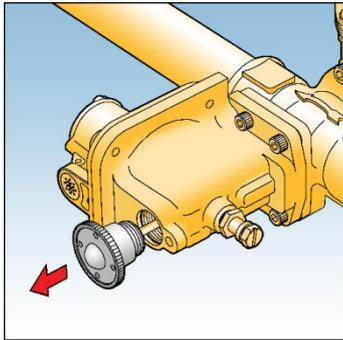

Fig. 4
11. Se houver válvula de bloqueio shut-off integrada, rearme-a soltando o pino de rearme e o puxando firmemente. Segure na posição até que a tubulação a jusante esteja totalmente pressurizada, então solte o pino gentilmente. Rosqueie o pino novamente no corpo da válvula. Veja Fig. 4.